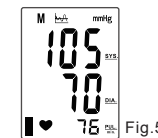

Fig. 5
2. Efter målingen eller når instrumentet står standby kan brugeren trykke på Memory-knappen for at få hukommelsen frem. Tryk på memory-knappen og displayet vil vise den gennemsnitlige værdi for de sidste 3 målinger som vist på Fig. 5;